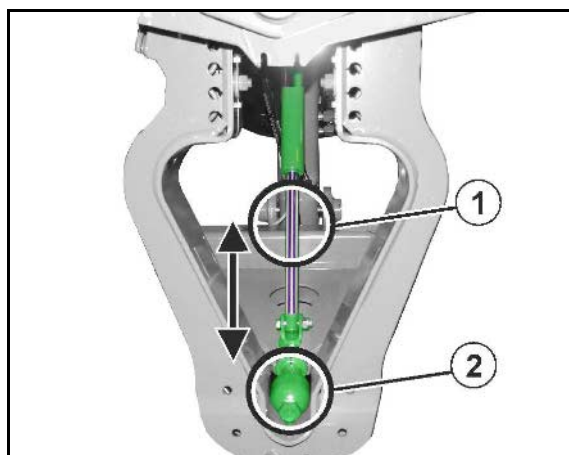

Fig. 94
Oplåsning af svingningsudligning (Fig. 94/1):
- Svingningsudligningen (Fig. 94/1) låser op og de udklappede sprøjtebomme kan nu svinge frit i forhold til bomholderen. Her er svingningsudligningens beskyttelsesanordning fjernet for at give bedre overblik.
Låsning af svingningsudligning (Fig. 94/2):
- Svingningsudligningen er låst (Fig. 94/2), når det lukkede lås-symbol vises i displayet på betjeningsterminalen.